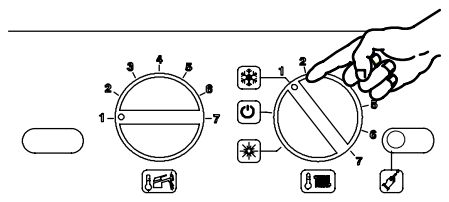

Figura 6.6
- Ruotare il selettore di funzione 18 come in Figura 6.6.